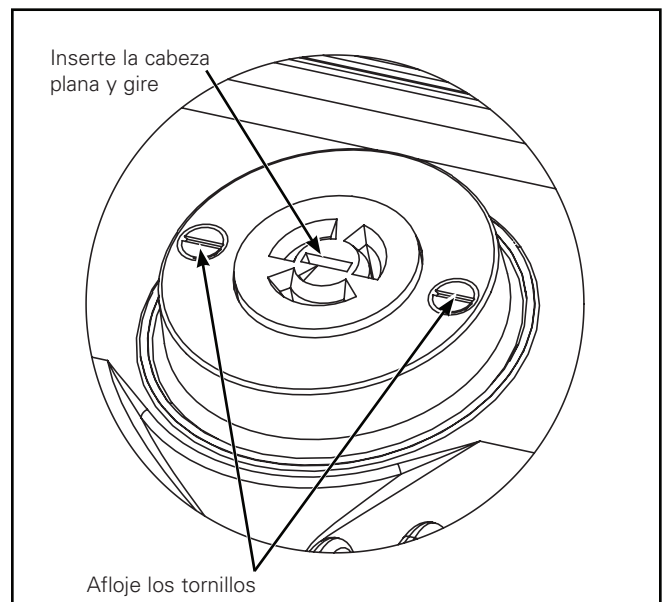

Figura 5.
**Fotocontrol: si estuviera incluido (Figura 5.)**